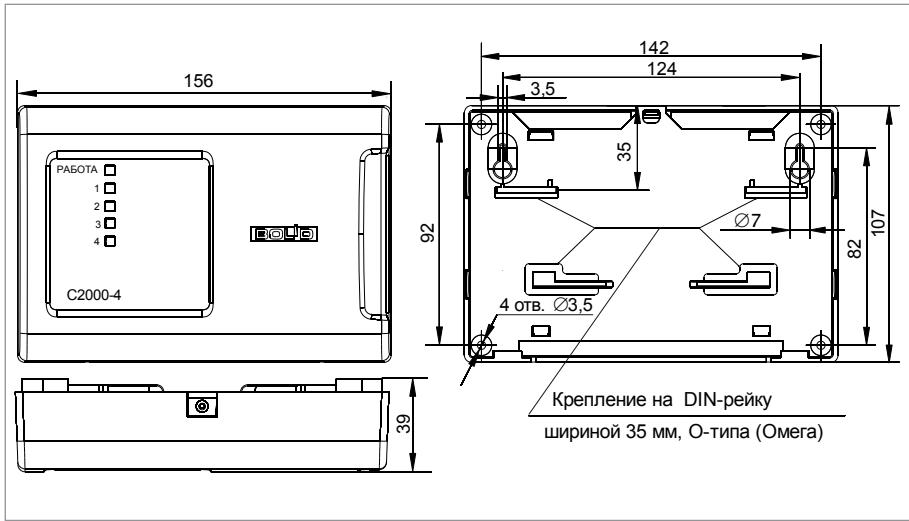

Рисунок 20. Внешний вид и габаритные размеры изделия
1.1. Вариант 1 (Навешивание изделия на два шурупа и фиксация третьим шурупом). Наметьте на стене места для трех установочных отверстий (двух верхних, имеющих форму пазов для навешивания, и одного из нижних на выбор) в соответствии с габаритным чертежом (см. рис. 20).